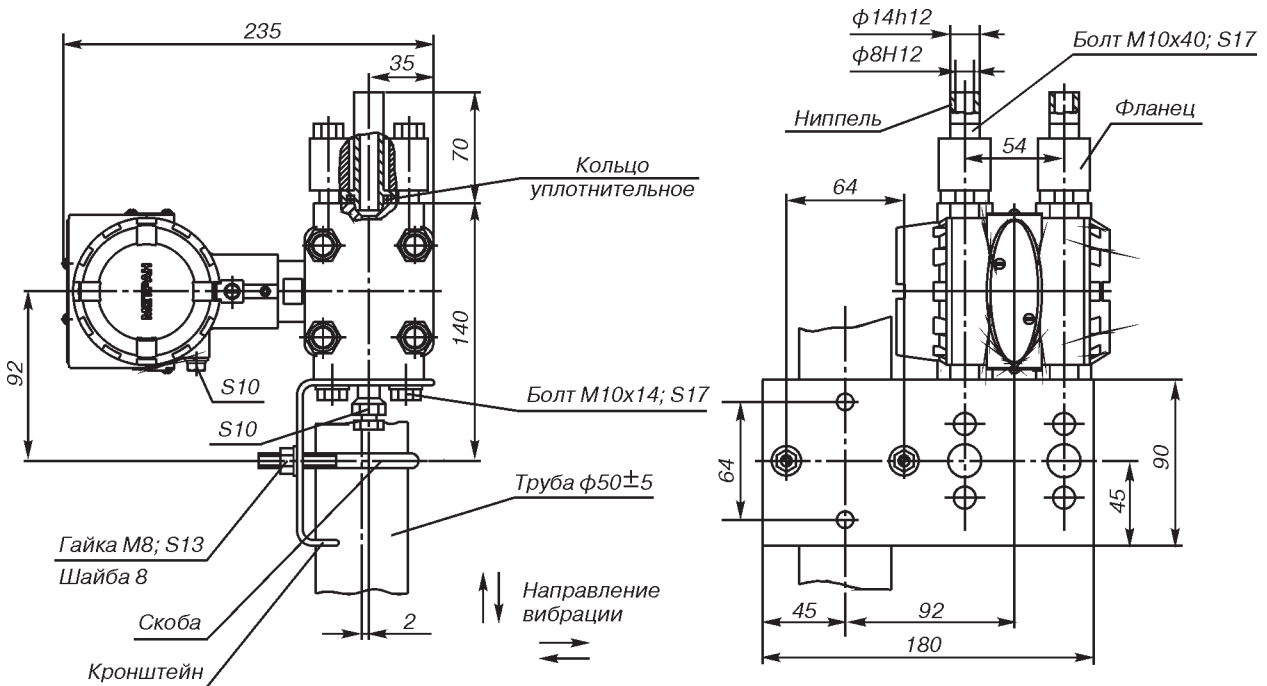

Рис.21. Датчики мод.150CD с установленными ниппелями (код D6)
**Рис.25. Датчики мод.150CD с установленными ниппелями под накидные гайки M20x1,5 (код D5) и монтажным кронштейном для установки на трубе с наружным диаметром до 50 мм (код B1). Остальное см. рис. 21.**
**Рис.26. Датчики мод.150CD с установленными монтажными фланцами со штуцером 1/4NPT (код D7) или 1/2NPT (код D8) и монтажным кронштейном для установки на трубе с наружным диаметром до 50 мм (код B1). Остальное см. рис.21.**
**Рис.27. Датчики мод.150CD с установленными монтажными фланцами с резьбовым отверстием K1/4" (код D1), или K1/2" (код D2), или 1/4NPT (код D3), или 1/2NPT (код D4) и монтажным кронштейном для установки на трубе с наружным диаметром до 50 мм (код B1). Остальное см.рис.21.**